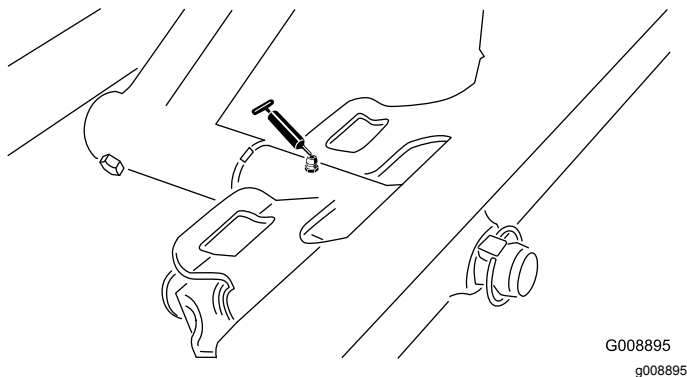

Figura 50
- Pivote de la unidad de corte delantera (Figura 50)